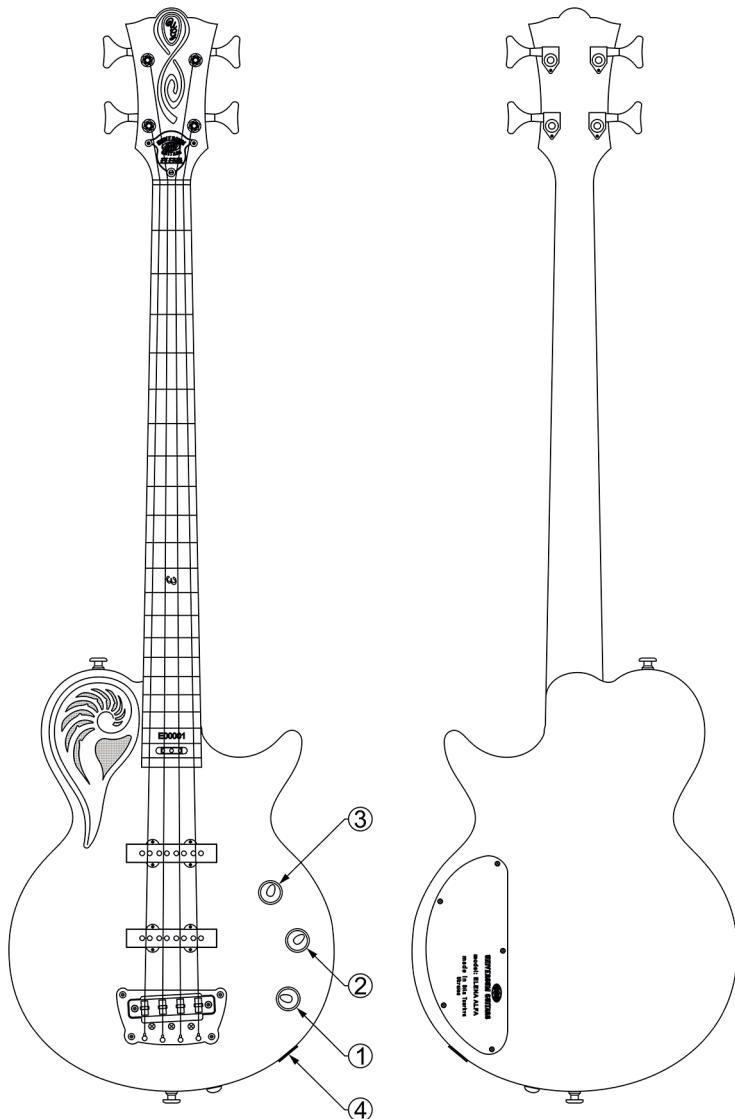

Fig. 23
- Enchufe de salida electromagnética (Fig.23 pos.4).
- 1) Manivela de potenciómetro de ajuste de tono (Fig.23 pos.1).
- 2) Manivela de ajuste de balance de fonocaptores electromagnéticos (Fig.23 pos.2).
- 3) Manivela de potenciómetro de ajuste de volumen (Fig.23 pos.3).